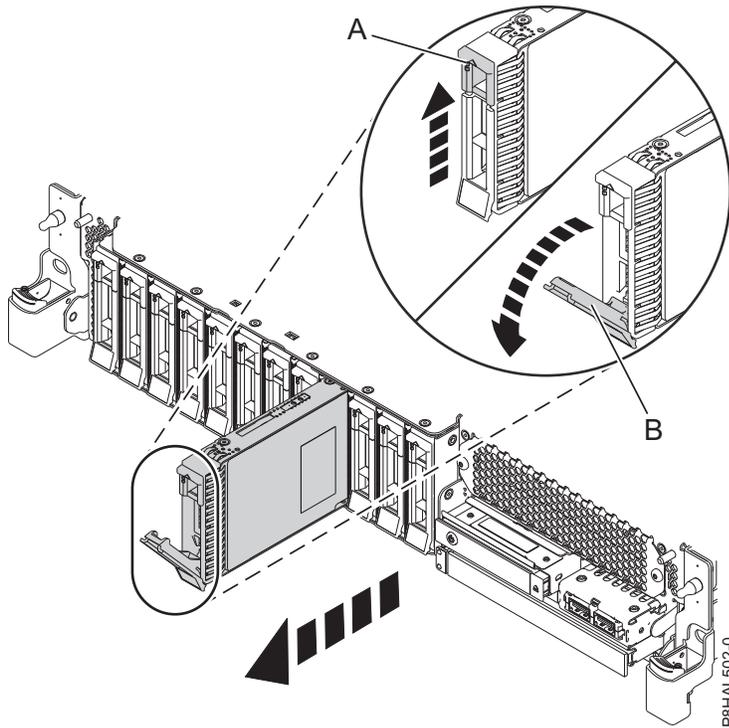
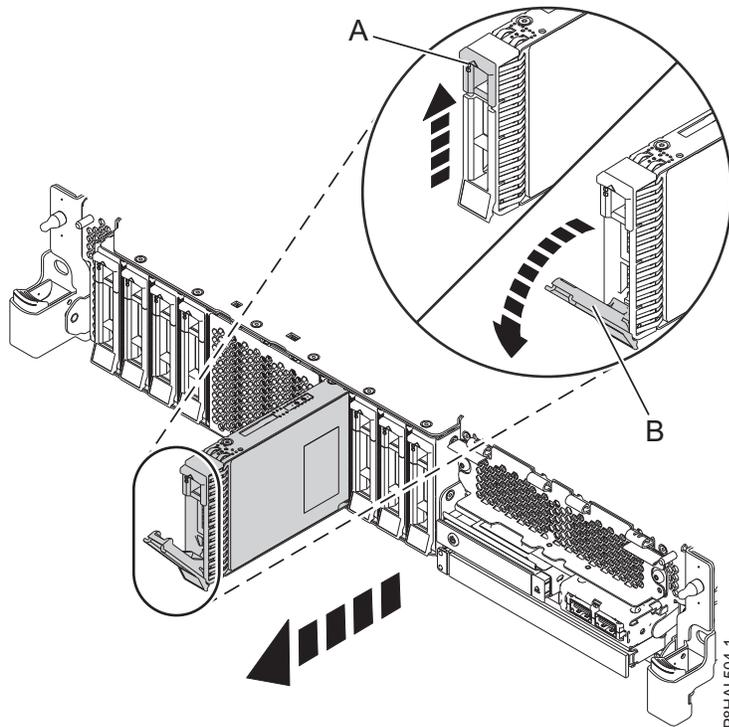

Figura 40. Extracción de una unidad de disco de un sistema de función base
Figura 41. Extracción de una unidad de disco de un sistema de función ampliada
3. Desbloquee el asa de la unidad (**B**) presionando el pestillo del asa (**A**) y tirando de él hacia usted, como se muestra en la Figura 40 en la página 45 y la Figura 41 en la página 45. Si el asa no está